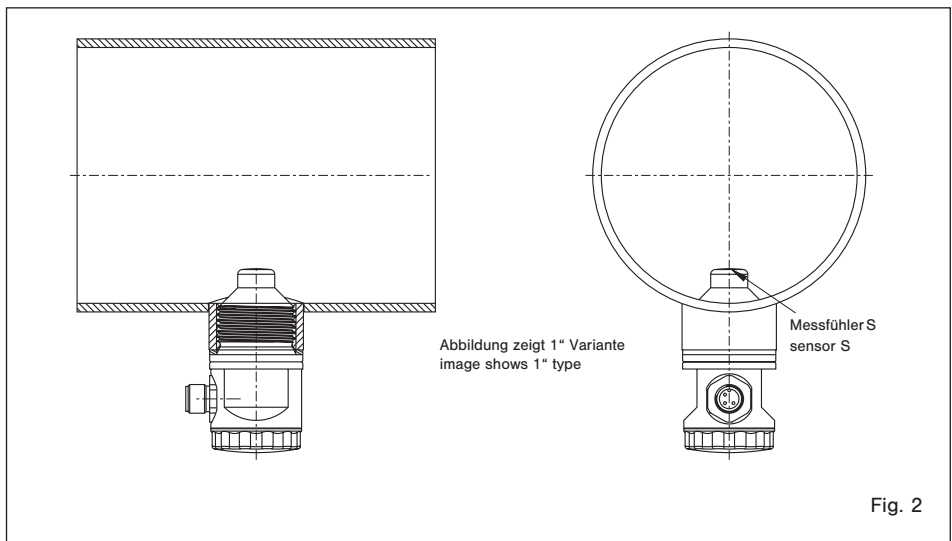

Fig. 2
- 2 Den Einbauort des Strömungswächters wie folgt wählen (siehe Fig. 2):
- 2 For best performance the flow monitor should be installed in the pipeline in accordance with the following conditions (see fig. 2).
3 Messkopf mit Rohrfitting vergleichen und überprüfen, ob der Messfühler (S) im eingebauten Zustand im Strömungsmedium liegt (siehe Fig. 2), ohne den Rohrleitungsquerschnitt wesentlich zu verringern.
3 The flow monitor should be screwed into the pipeline far enough to ensure that the sensor (S) is positioned fully in the flow stream (see fig. 2). However, care should also be taken that the sensor is not screwed in too far, thus causing an undue restriction in the pipe bore.